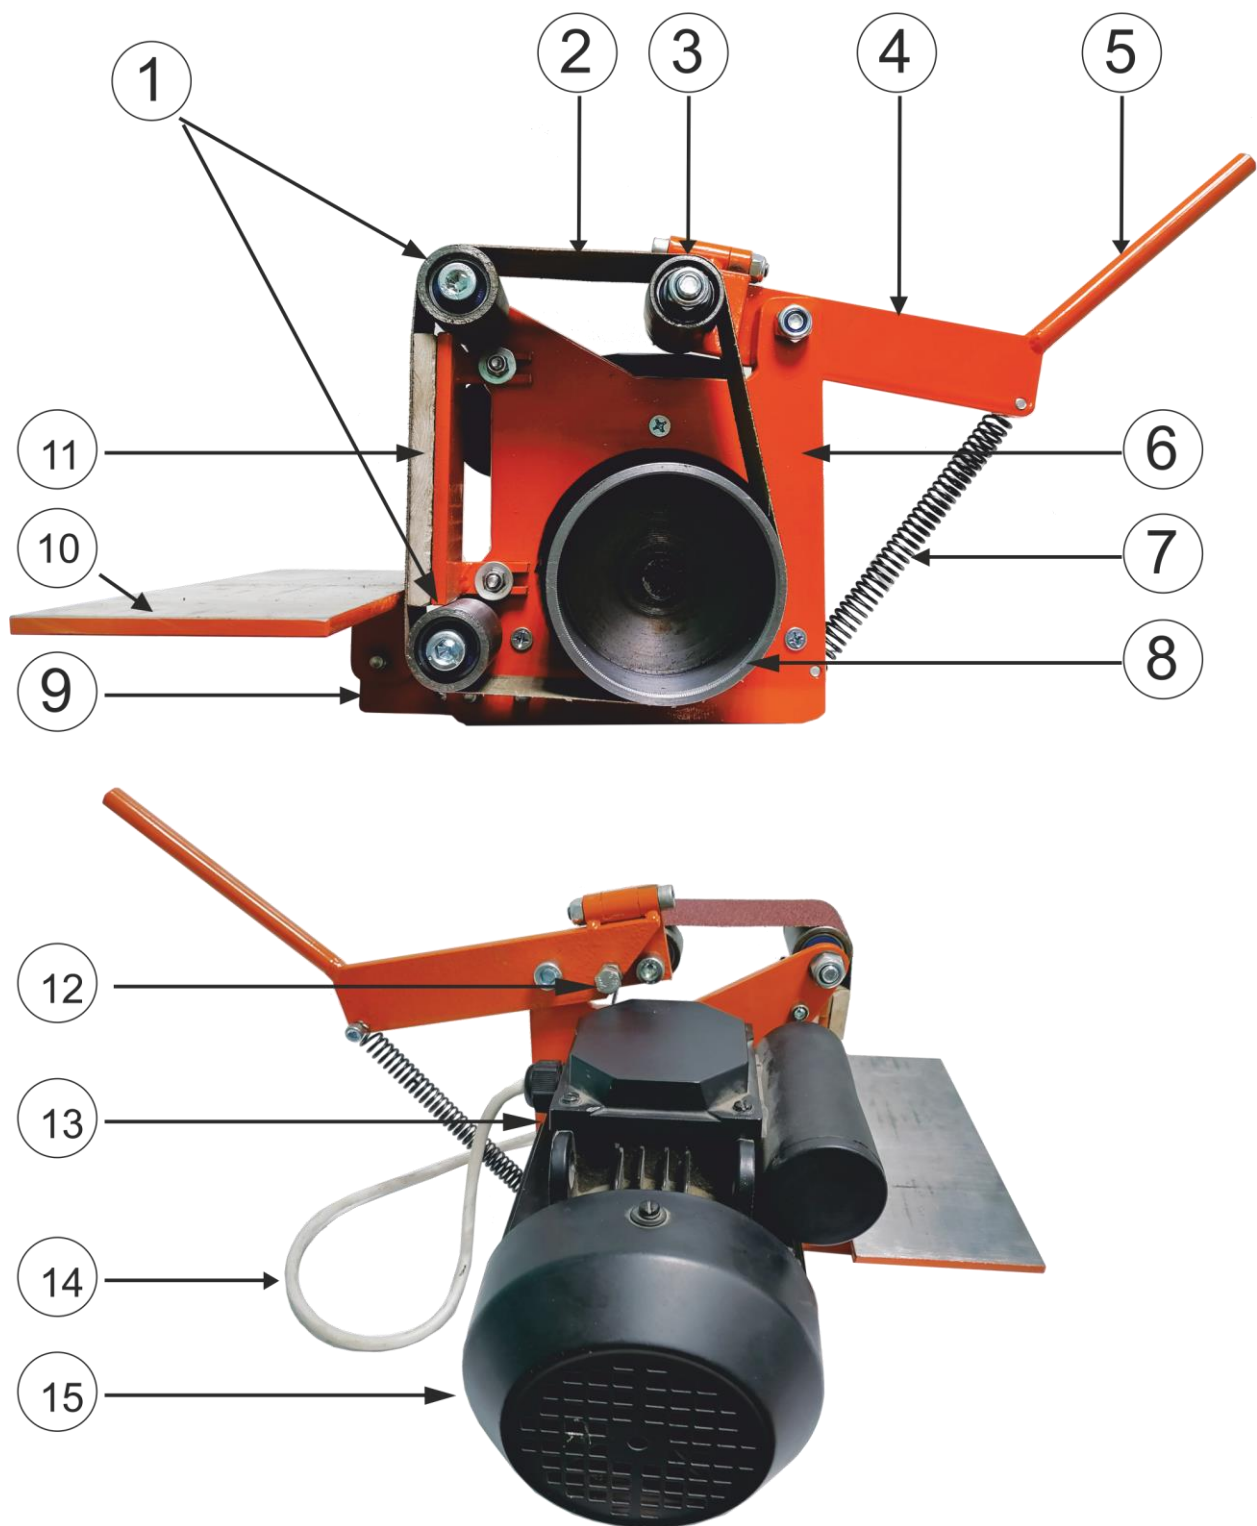

рис. 1
- 5.2 В комплект станка входят детали согласно рис. 1, руководство по эксплуатации и комплект крепежа, частично установленный на станок до его продажи. Проверьте комплектность станка согласно рис. 1. **ВНИМАНИЕ:** крепеж для крепления станка на стол (верстак и т.д.) в комплект не входит и приобретается покупателем самостоятельно.
- возьмите двигатель (15) с установленной на него рамой (6), приводным шкивом (8) и приводными роликами (1) и установите его на ровную поверхность;
- двумя болтами М6 прикрепите упорную плиту (11) к раме (6);
- закрепите кронштейн стола (9) на раме (6) болтами М8;
- установите рабочий стол (10) на кронштейне (9) с помощью болта М8;
- прикрепите натяжитель (4) к раме (6);
- установите пружину (7), зацепив ее за специальные болты рамы (6) и натяжителя (4);
- стоя перед станком, потяните на себя рычаг натяжения ленты (5), тем самым растянув пружину (7), установите ленту (2), как показано на рис. 1. Отпустите рычаг.. Обратите внимание, что лента имеет направление движения, указанное на ней стрелкой;
- включение и выключение станка производится выключателем (13);
- произведите пробный запуск станка, нажав выключатель (13) и соблюдая требования безопасности п. 3 и 4 настоящего руководства и отрегулируйте положение ленты на роликах (1,3,8) путем вращения регулировочного винта (12);
- установите рабочий стол (10) на нужный Вам угол. Станок готов к работе.
- 6.8** Изношенные или порванные шлифовальные ленты могут повредить обрабатываемое изделие. Убедитесь в том, что вы своевременно заменили шлифовальную ленту. Замена ленты: стоя перед станком, потяните на себя рычаг натяжения ленты (5), тем самым растянув пружину (7), снимите установленную ленту (2) и установите новую ленту (2), как показано на рис. 1. Отпустите рычаг. Обратите внимание, что лента имеет направление движения, указанное на ней стрелкой. Включите станок. Отрегулируйте положение ленты на роликах (1,3,8) путем вращения регулировочного винта (12).